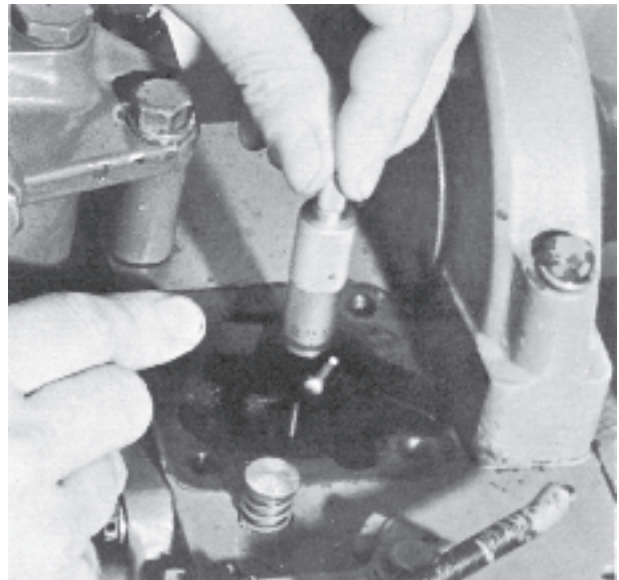

Fig. 50. Mätning av transmissionskäpa.
2. Mät avståndet från infästningsplanet på transmissionskåpan till pumpkammens grundcirkel. Mätningen utföres med en djupmikrometer eller skjutmått. Måttet skall vara $82,8 \pm 0,2$ mm. Detta mått inkluderar packningen mellan pumpfläns och transmissionskåpan. Detta mått måste stämma för att insprutningsvinkeln skall bli rätt, fig. 50.